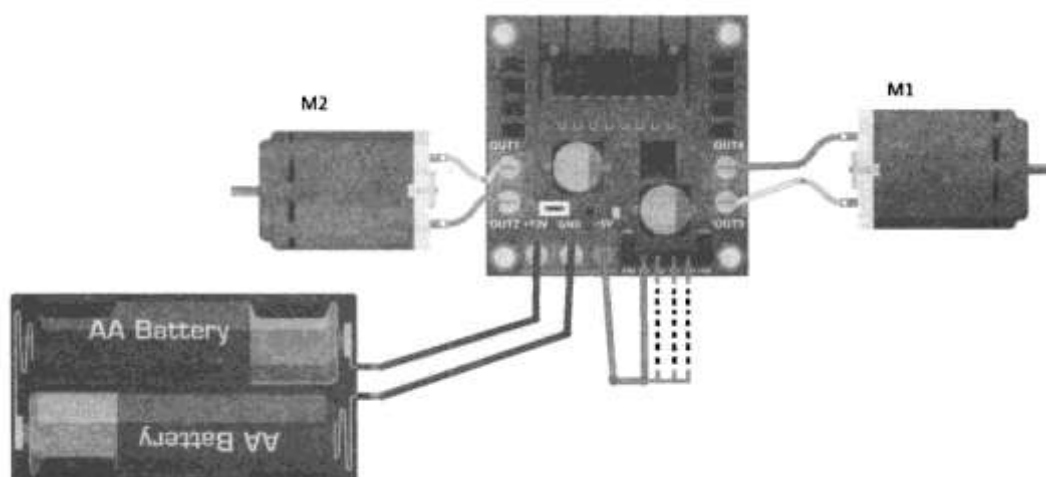

Рис. 5.22. Схема управления двигателями без контроллера Arduino
1. Соберите схему, приведенную на рис. 5.22. Перемычки на контактах ENA и ENB драйвера не убираем!